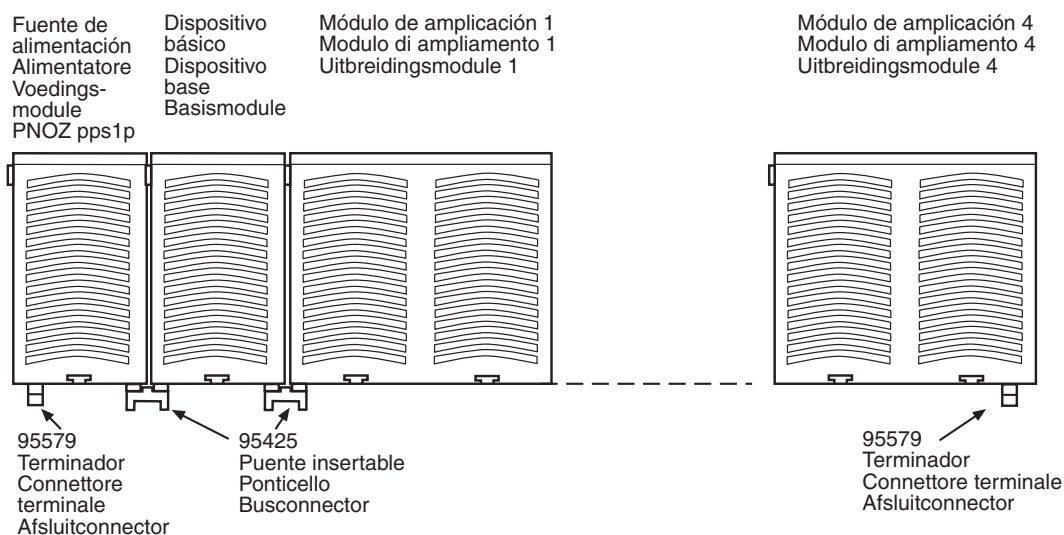

Fig. 2: Montaje del PNOZ pps1p/Montaggio del PNOZ pps1p/Montage van de PNOZ pps1p
Hay que tener en cuenta: es necesario insertar una clavija de terminación en el primer y en el último aparato respectivamente (véase la fig. 2).
Nota bene: sul primo e sull'ultimo dispositivo è necessario inserire un connettore terminale (v. fig. 2).
- **Let u op het volgende: Op het eerste en laatste apparaat moet er een afsluitconnector geplaatst worden (zie fig. 2)!**